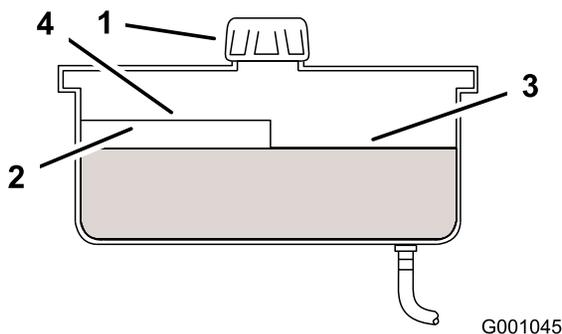

Figura 49
4. Pulite l'area attorno al tappo e al collo del bocchettone del serbatoio idraulico (Figura 49).
5. Togliete il tappo dal collo di riempimento. Guardate all'interno per verificare se il serbatoio contiene del fluido. (Figura 49).
**Nota:** Il livello del fluido caldo deve raggiungere la parte superiore del segno di livello 'caldo' del deflettore (Figura 49).